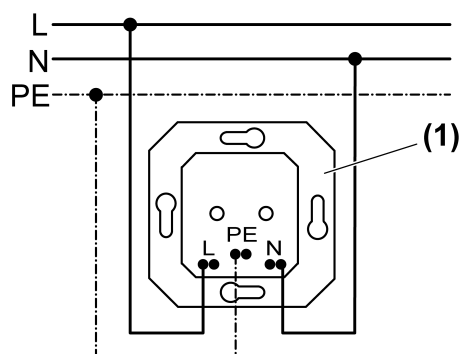
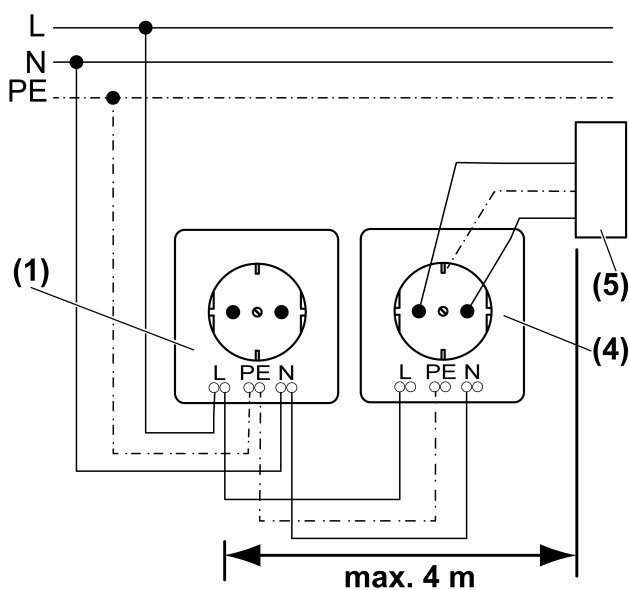

Figure 2: Schéma de raccordement d'une prise de courant individuelle
Figure 3: Schéma de raccordement d'une combinaison de prises de courant
- (1) Prise de courant protégée contre la surtension
- (4) Modèle normal de prise de courant
- (5) Consommateur
- Raccorder la prise de courant protégée contre la surtension conformément au schéma de raccordement d'une prise de courant individuelle (Figure 2) ou au schéma de raccordement d'une combinaison de prises de courant (Figure 3).